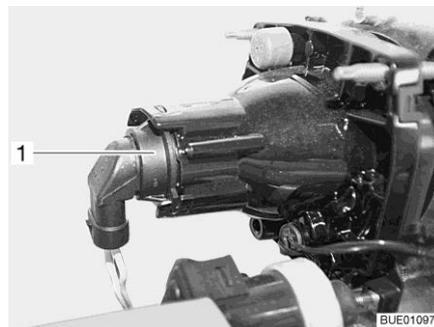

Bild 218 Abblendlicht/Fernlicht/Standlicht
- Hinter den Lampenhalter (Bild 218,1) greifen.